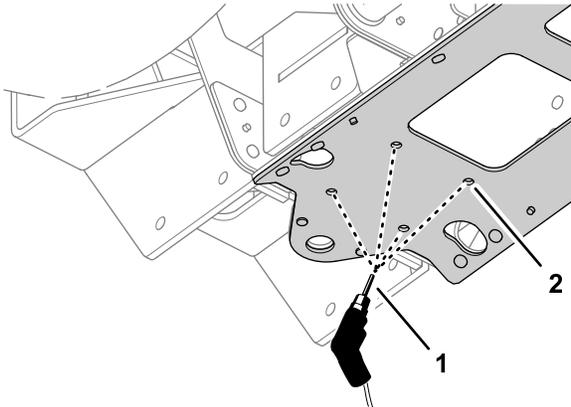

図 51
- 6に示すように、ステップ図51で作成したセンターパンチマークの位置に、センターチャンネルプレートに10 mm ($\frac{3}{8}$) の穴を4つ開ける。